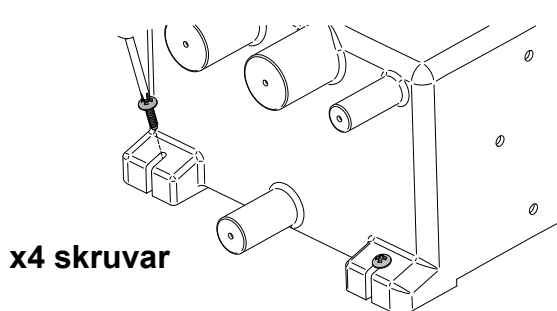
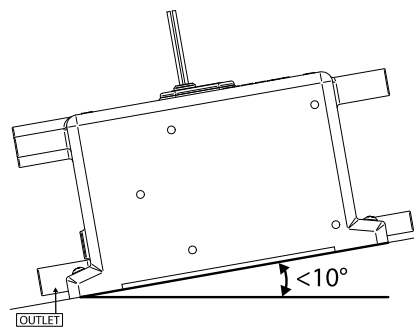

Fig.5 Säkrande av tanken
Fig. 6 Max. möjlig installationsvinkel
- Fig. 5 Säkrande av tanken
- Fig. 6 Max. möjlig installationsvinkel
**Step 2:** Tanken måste säkras med 4 lämpliga skruvar, genom tankens fötter enligt fig. 5. **OBS:** tankens vinkel får inte överskrida 10° (fig. 6). **OBS:** skruva inte direkt i skrovet – **MÅSTE** monteras på ett skott eller extrabord.